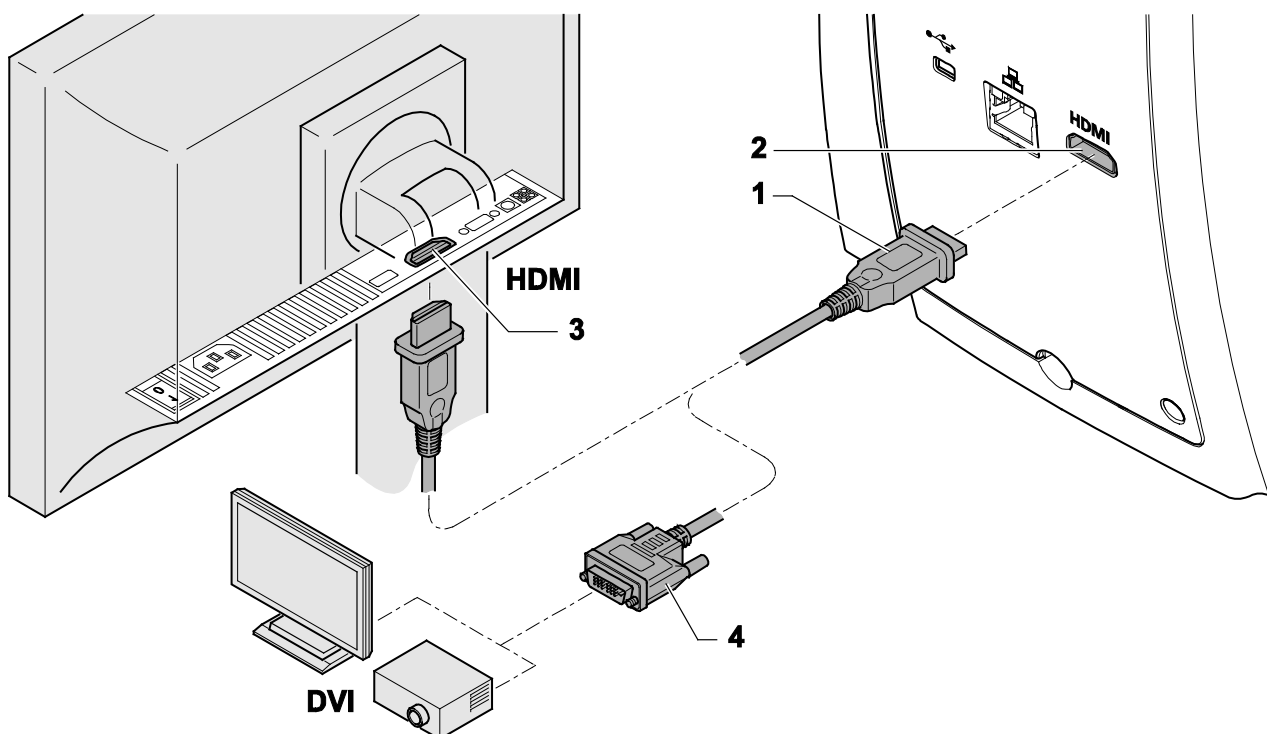

Bild 20 Anschluss der integrierten Kamera an einen Monitor / Projektor
- Den Monitor / Projektor über das HDMI-Kabel an die integrierte Kamera anschließen. Dazu HDMI-Stecker (Bild 20/1) in die Buchse an der Rückseite des Mikroskops (Bild 20/2) und den Monitor / Projektor (Bild 20/3) einstecken. HDMI-Stecker in der Buchse am Monitor / Projektor sicher befestigen.
- ☞ Bei Verwendung eines Monitors / Projektors ist zur Wiedergabe der Bilddaten ein HDMI / DVI-Adapter-Kabel (Bild 20/4) oder ein HDMI / DVI-Adapter erforderlich.